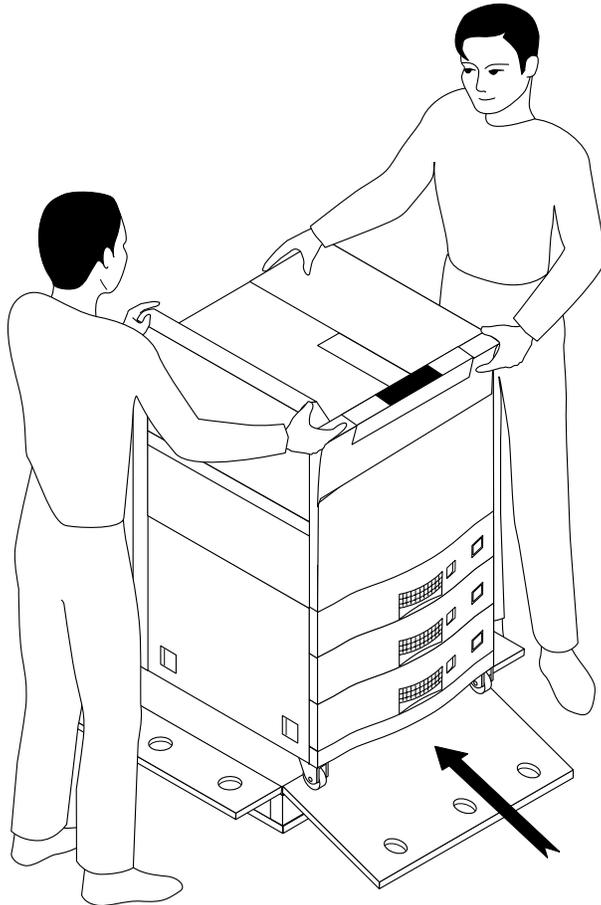

Abbildung A-15 Drucker auf Palette schieben
4. Schieben Sie den Drucker über die Rampe auf die Palette (siehe Abbildung A-15).